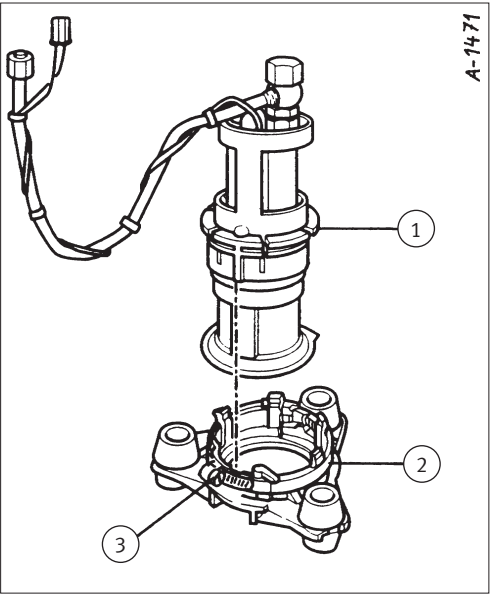

Abb. 6/ Fig. 6/ Puc. 6/图6
- Slide clamping sleeve (1, fig. 6) onto the premounted fuel pump.
- Carefully slide holder (2) from below over the filter and the fuel pump and press onto the clamping sleeve (1) until it locks into position.
- Tighten hose clamp (3).
- Faire glisser la douille de serrage (1, fig. 6) sur la pompe à carburant prémontée.
- Faire glisser le support (2) avec précaution d'enbas sur le filtre et la pompe à carburant et presser sur la douille de serrage (1) jusqu'à ce qu'il prenne l'encoche.
- Serrer le collier de serrage du tuyau (3).